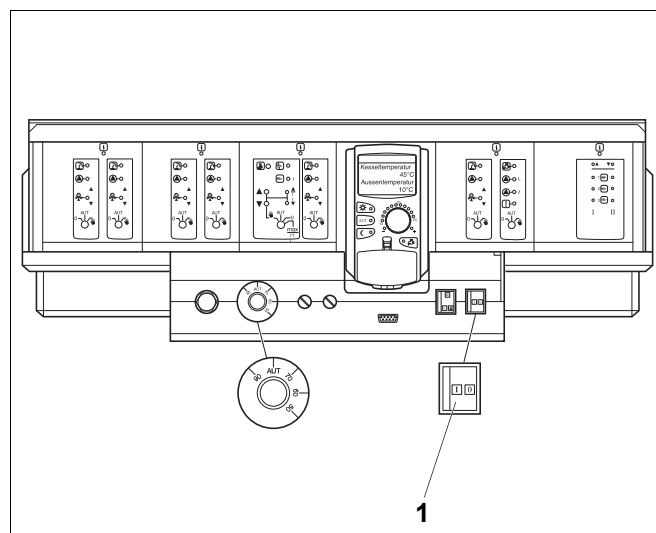

Рис. 38 Система управления Logamatic 4000
- Переведите пусковой выключатель (Рис. 38, поз. 1) в положение "0" (ВЫКЛ), на установке с двумя котлами – на двух системах управления.
- Если установка с двумя котлами подключена к подходящей для этого системе отвода дымовых газов, то в летний период она может работать только с одним котлом. На котле 2 переведите пусковой выключатель (Рис. 38, поз. 1) в положение "0" (ВЫКЛ).